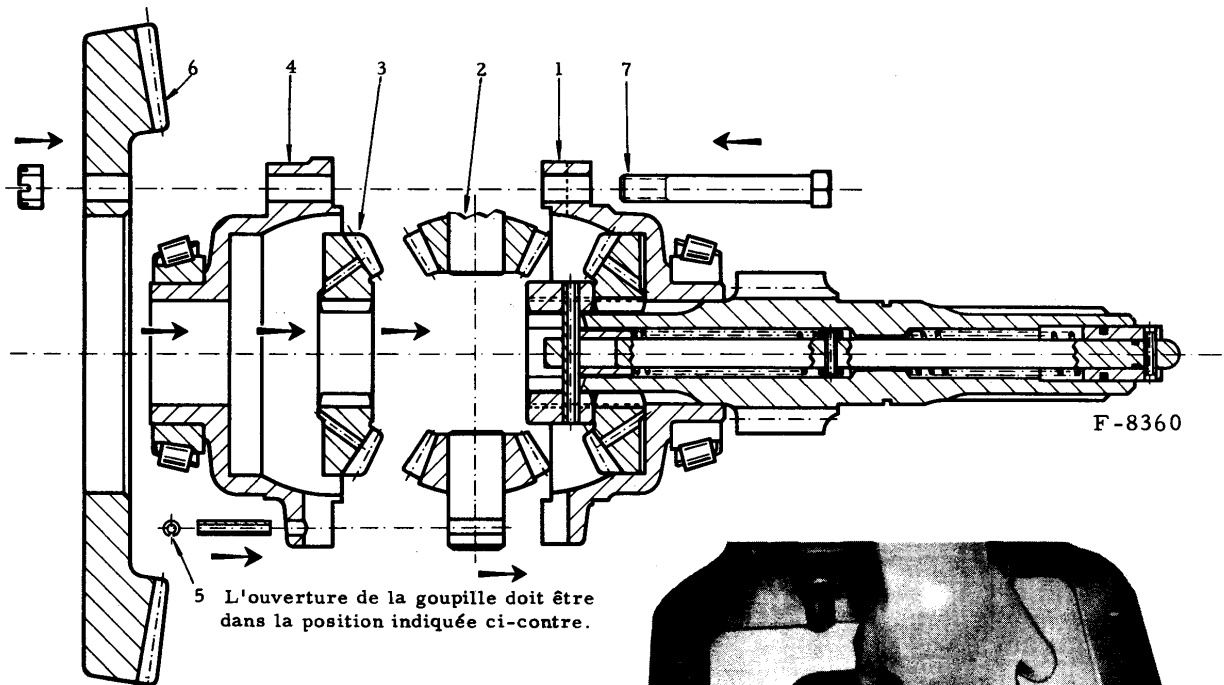

Fig. 46. — Assemblage initial du différentiel.
2. - Assemblez le différentiel (fig 46)